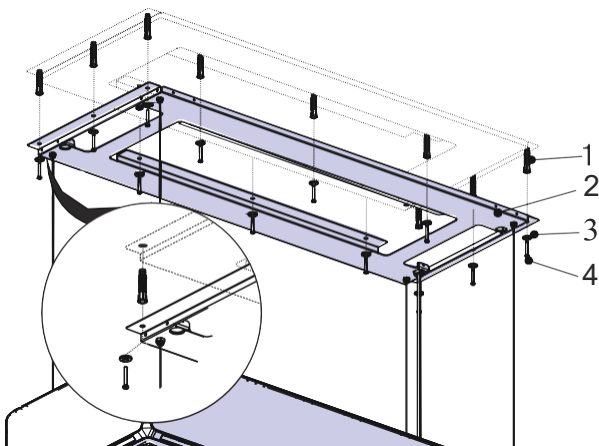

Fig. 26
7. ➔ Skruva fast takupphängaren, som du redan har fäst i taket med en 12x 5,5 x 60 upphängsskruv, med 010 mm plastpinnar (Fig. 26).